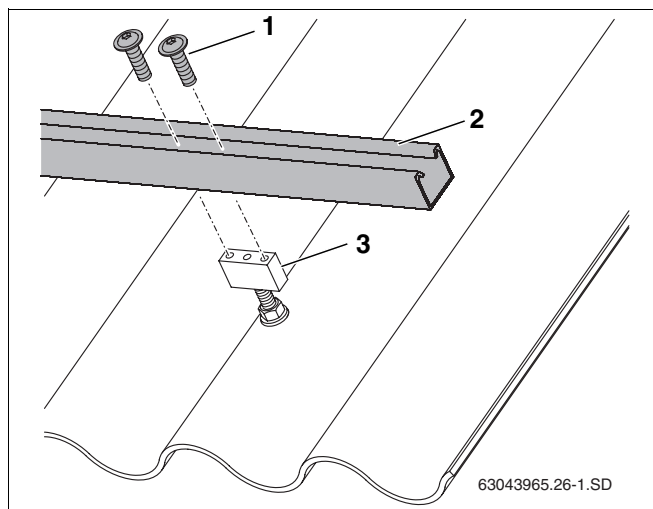

Fig. 25 Fixer le rail profilé à l'écrou-cage
- Fixer les rails profilés (fig. 25, **pos. 2**) à l'aide de deux vis par rail (fig. 25, **pos. 1**).